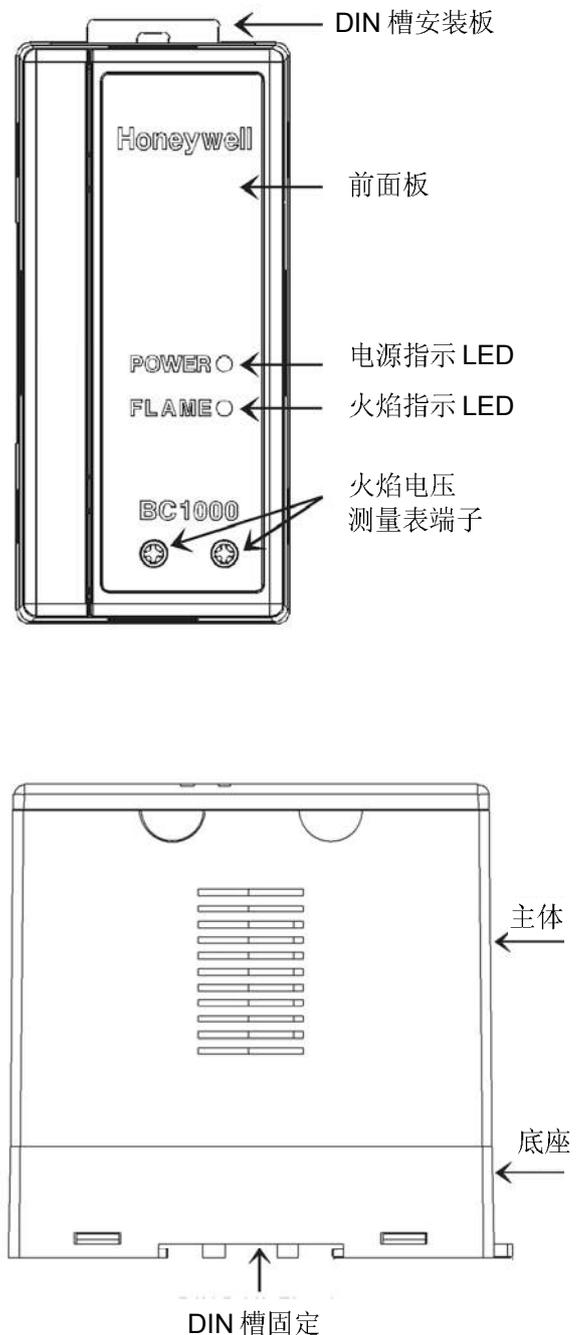

图 1 外观
- 1) 如图 1 取下表面外壳，拧开固定的螺丝（大约逆时针拧 8 圈）。